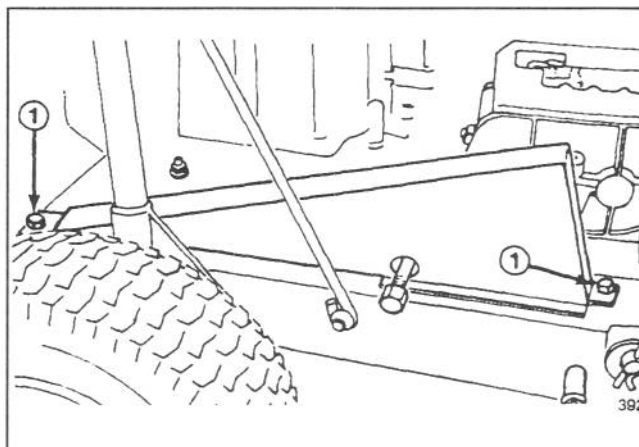

Figure 21
1. Enlever les deux vis retenant la protection de la chaîne au châssis de la machine et la soulever pour l'enlever (Fig. 21).